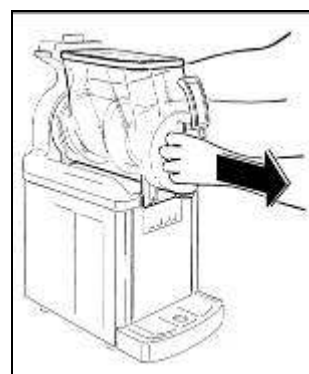

Fig. 8
- **T**ire la cubeta hacia el exterior y la suelte de su asiento (Fig.8).